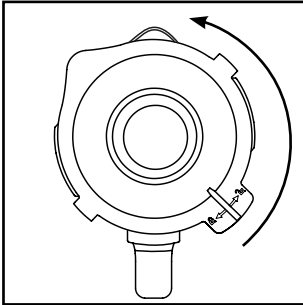

Abb.1
- 2) Entfernen Sie den Deckel **2**, indem Sie ihn so weit gegen den Uhrzeigersinn Richtung Position drehen (siehe Abb. 1), bis Sie ihn nach oben abziehen können.